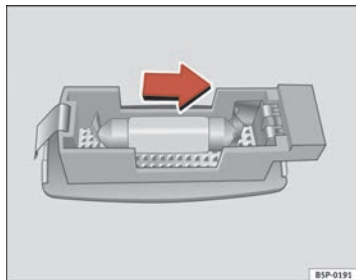

Fig. 203 Desmontaje luz del parabol
- Retire la luz con cuidado, utilizando el destornillador por su parte plana, tal como indica la figura ⇒ fig. 203.
- Retire la lámpara, moviéndola en el sentido de la flecha y hacia afuera ⇒ fig. 203. ■